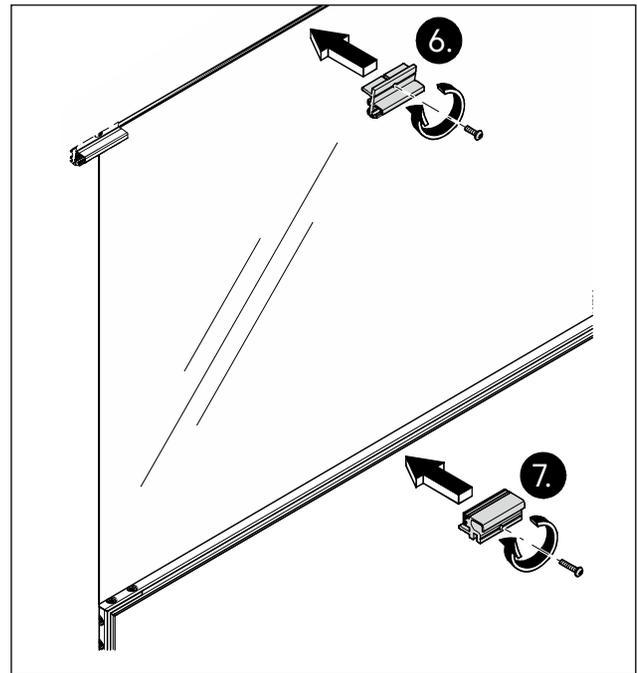

Abb. 38 Das Oberlicht waagrecht am Grundprofil des Aufnahmeprofils (oben) und am Grundprofil der Zarge (unten) montieren
7. Mindestens 3 Glas-Klemmstücke pro Meter am Grundprofil des Aufnahmeprofils mit einem Drehmoment von 5 Nm montieren (Abb. 38).